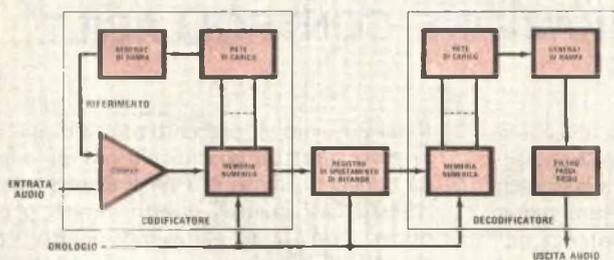
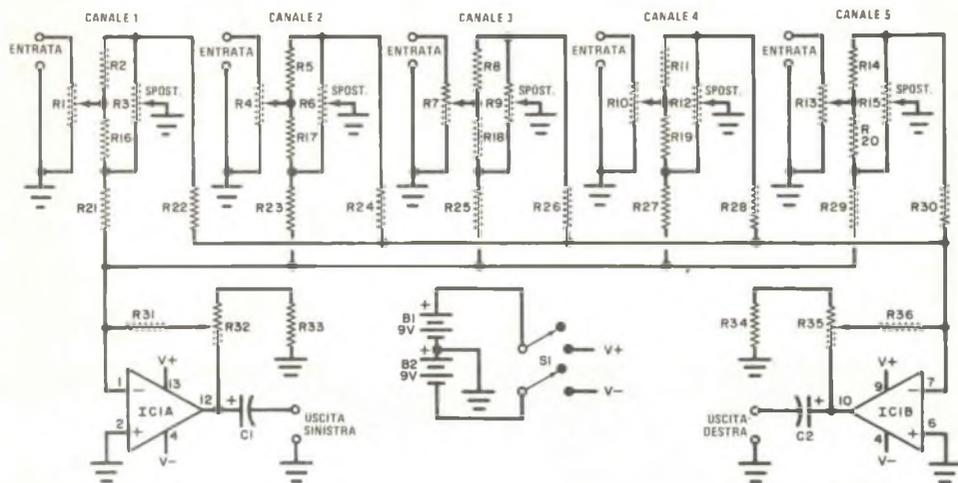

Fig. 2 - La parte principale del sistema è la modulazione delta con circuito di memoria, rappresentata in questa figura sotto forma di schema a blocchi.
Fig. 1 - Lo schema mostra come cinque canali d'entrata sono mescolati in un'uscita stereo da un sommatore con amplificatore operazionale.
Fig. 1 - I segnali stereo convenzionali vengono ritardati di intervalli di tempo scelti, poi vengono riciclati a canali incrociati per produrre una riverberazione che simula la sala da concerto. Non è necessaria una sorgente speciale di programma.
**Circuito di riciclaggio** - Lo schema a blocchi della *fig. 1* mostra uno dei circuiti di riciclaggio. L'elemento più importante del sistema è il blocco di ritardo di modulazione con memoria, rappresentato più dettagliatamente nella *fig. 2*. In esso sono implicati tre elementi: un codificatore A/N (analogico/numerico), per elaborare il segnale d'entrata, un registro di spostamento per fornire il ritardo di tempo, un decodificatore N/A (numerico/analogico) per riconvertire l'informazione numerica in forma analogica.
Si noti che nella *fig. 1* il modulatore delta ha due uscite: una è l'intero ritardo del registro, mentre un parziale ritardo viene prelevato dal registro di spostamento più oltre nella memoria. ★
Il circuito - Con riferimento allo schema (fig. 1), si possono identificare tre parti distinte. La prima è costituita dal controllo del livello d'entrata (R1 per il canale 1), un potenziometro da 10 k $\Omega$ ; presenta un'impedenza resistiva costante di 10 k $\Omega$  e fornisce un segnale di ampiezza variabile alla seconda parte, il circuito di spostamento dei canali. Per l'entrata del canale 1, tale circuito di spostamento è composto da R2, R16 e dal potenziometro R3. A mano a mano che il cursore di R3 viene portato verso l'alto, nell'uscita destra appare un segnale sempre minore, mentre ne appare uno sempre maggiore nell'entrata sinistra. Se poi il cursore viene portato verso il basso, la posizione apparente della sorgente di segnale si sposta da sinistra a destra. Anche se la posizione del controllo